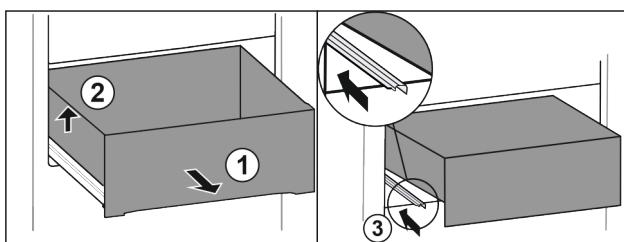

Fig. 95
- Schubfach bis zum Anschlag herausziehen. Fig. 95 (1)
- Schubfach links anheben. Fig. 95 (2)
- Linke Schiene einschieben. Fig. 95 (3)